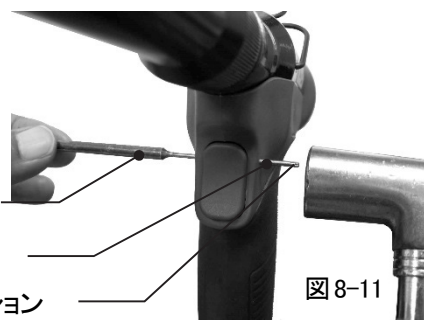

図 8-11
- 5) トリガーを装着し、ピンポンチでハンドルとトリガーの穴合わせを行いトリガーピンのセレーション手前とし、ツール左方向より挿入、ハンマーにてやさしく叩き込んでください。(図8-11)